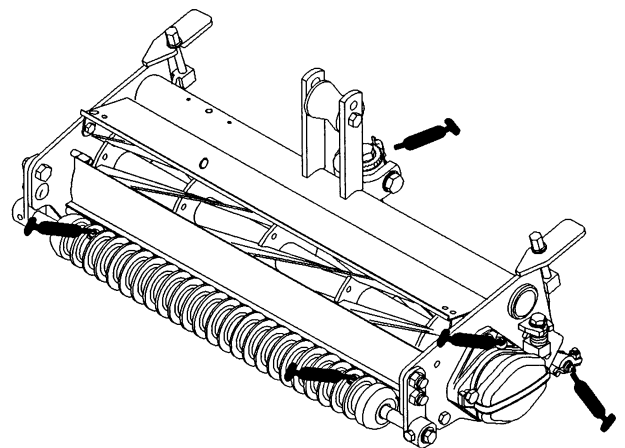

Fig. 5
Perno della controlama (1); cuscinetti del cilindro (2); rulli anteriore e posteriore (2 cad.) (Fig. 5).